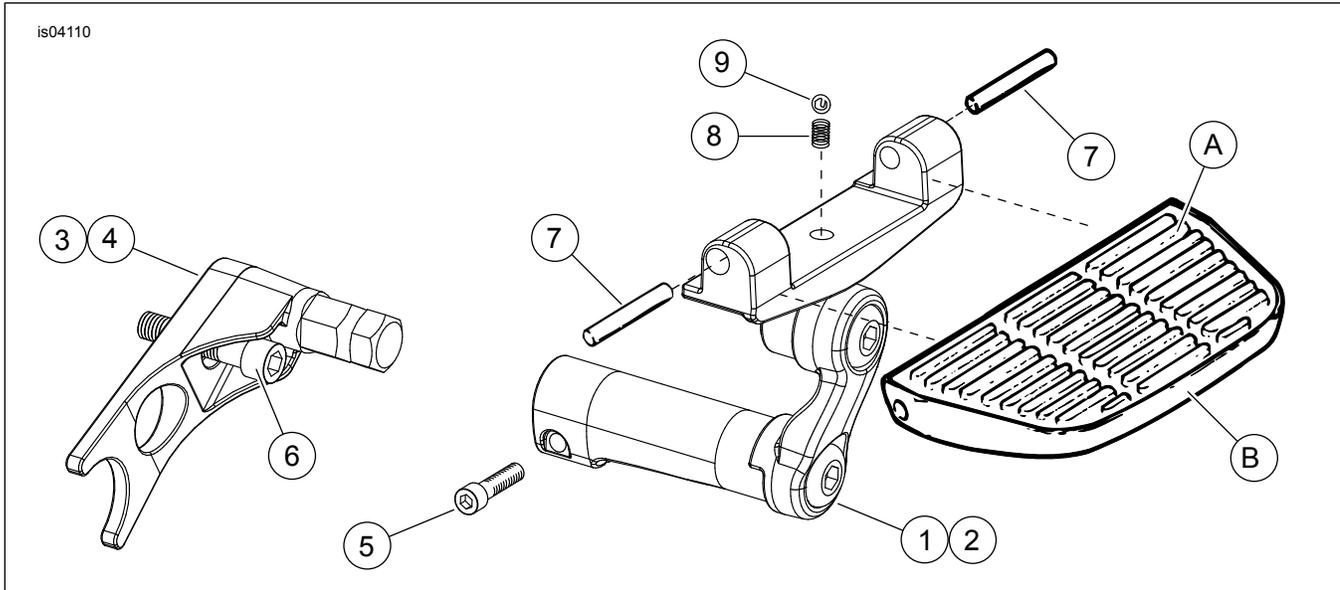

Abbildung 1. Ersatzteile: Verstellbarer Softtail-Soziustrittbrettstützensatz
Siehe Abbildung 1 und Tabelle 1.
1. Siehe Abbildung 1. Die Trittbrettbefestigungen (3) und (4) wie folgt einbauen:
- a. Die Trittbrettbefestigung in die Einbaustellung bringen und die Schraube (6) durch den Teil in das Fußrasten-Befestigungsloch im Rahmen führen.
- c. Die Schraube (6) auf ein Drehmoment von 61–81,3 N·m (45–60 ft·lb) anziehen.